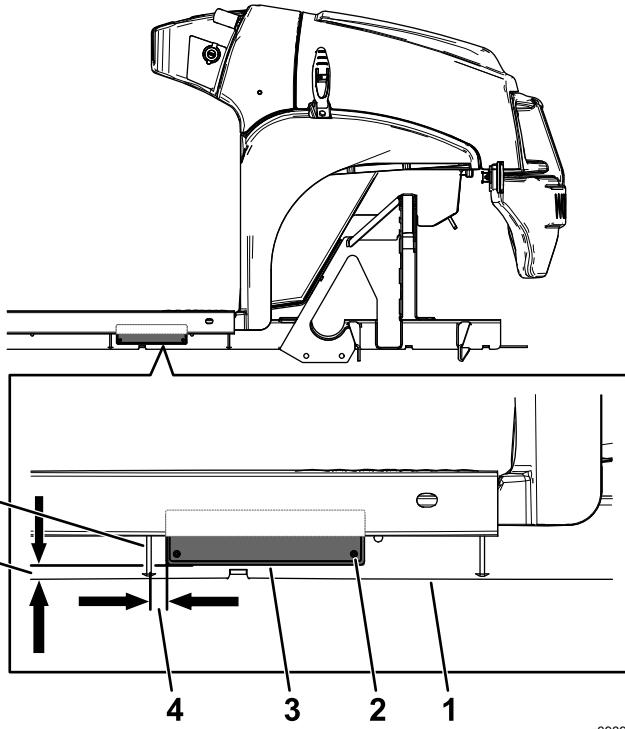

Figura 6
- Instale la placa del número de serie usando 4 remaches ciegos (3 x 10 mm) en la posición indicada en la Figura 6.